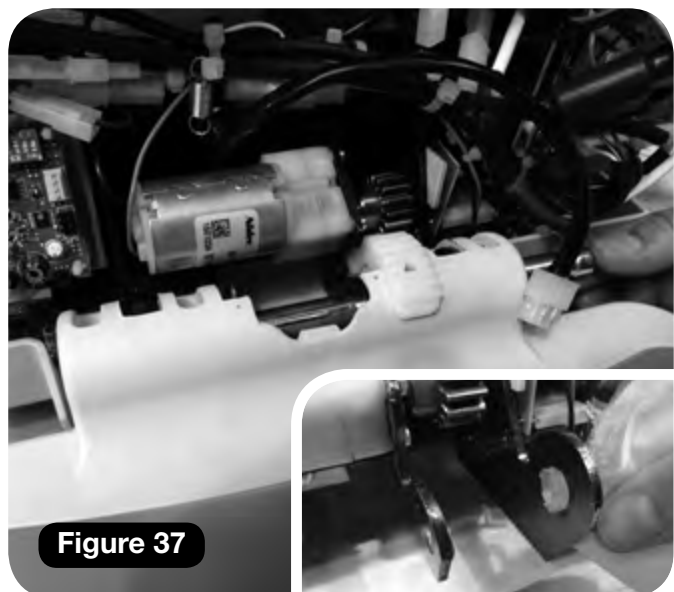

Figure 37
- c Montez le repose-pieds sur le bloc d'alimentation (**Figure 37**).